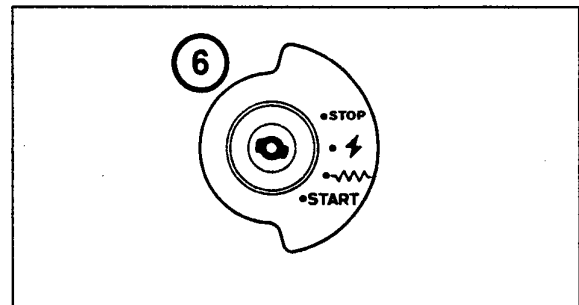

Fig. 3-7
6. Conmutador de arranque (Fig. 3-7).